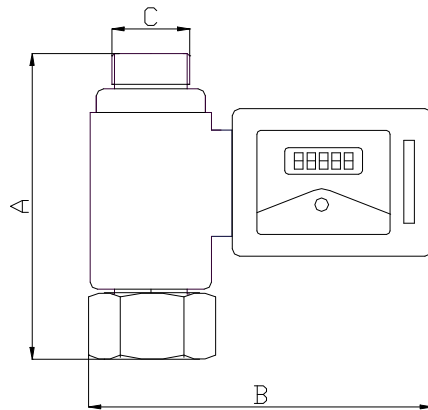

图 2 外形尺寸图
3.3.2 与工业膜式表连接的控制器外形见图 2, 外形尺寸见表 3